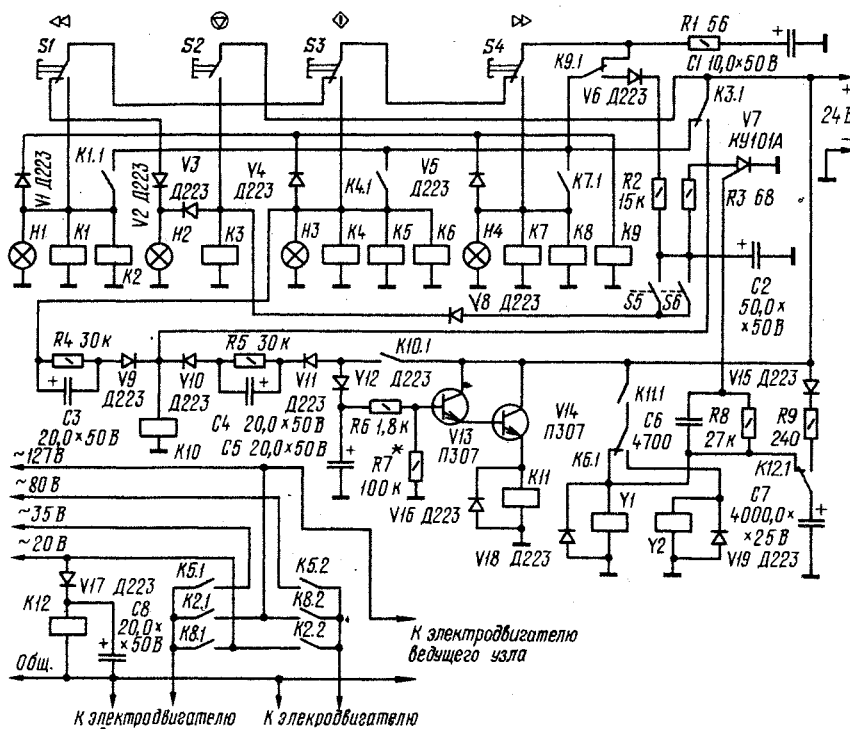

Рис. 16
**П**ринципиальная схема устройства управления магнитофоном показана на рис. 16. Заложенная в нем логика допускает переключение ЛПМ из одного режима работы в другой только через режим «Стоп».